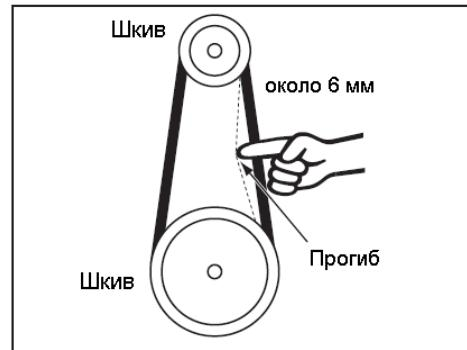

Рисунок 24
9. Поместите поликлиновой ремень на шкивах в соответствие с требуемой скоростью движения полотна, а затем правильно натяните его (см. рисунок 24).